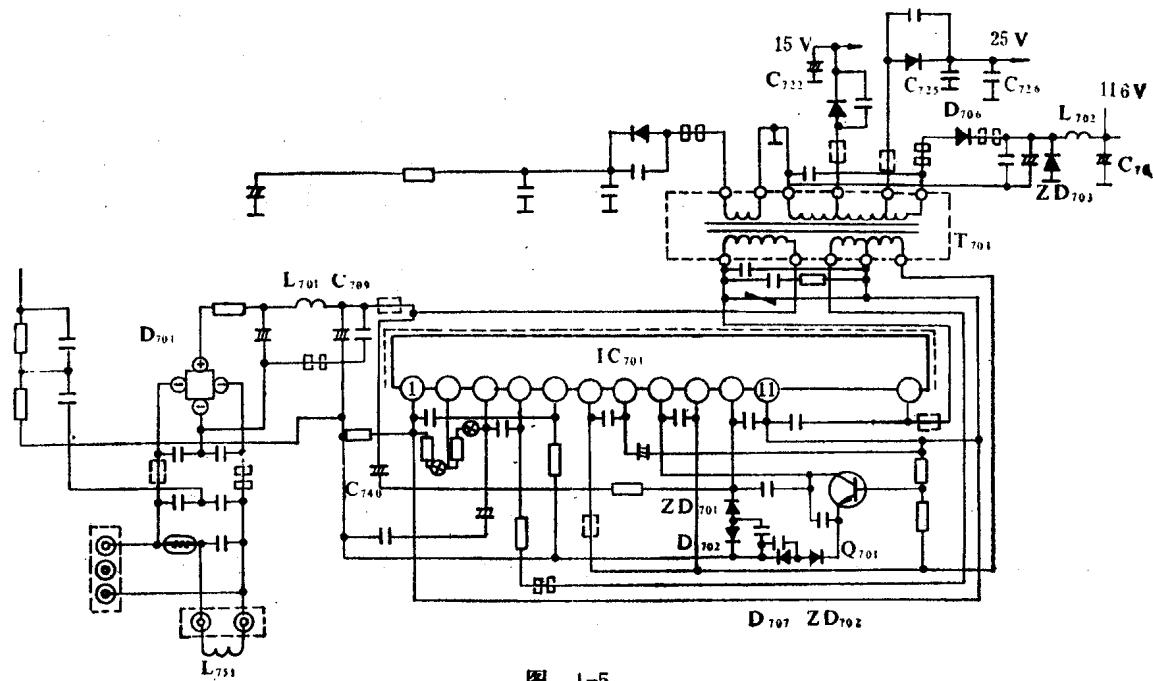

图 1-5
3. 检查稳压电路。见图1-5。断开L₇₀₂, 测量ZD₇₀₃两端电压为零, 再测量C₇₂₅电容器两端无25V电压, 测量C₇₂₂两端也无15V电压, 说明故障发生在稳压电路。夏普C-1813MK型机开关电源电路当某一元件损坏造成开关脉冲停止振荡后, 各点电压均为零。因此用测量各点电压的方法不可能找出故障。故采用测量在路电阻的方法加以判断。首先测量厚膜集成电路